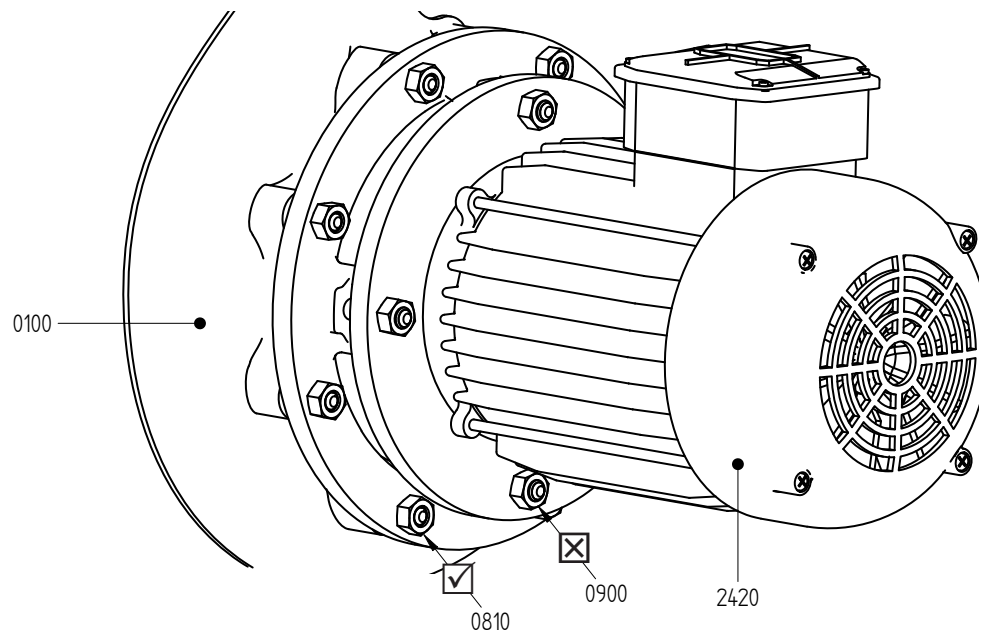
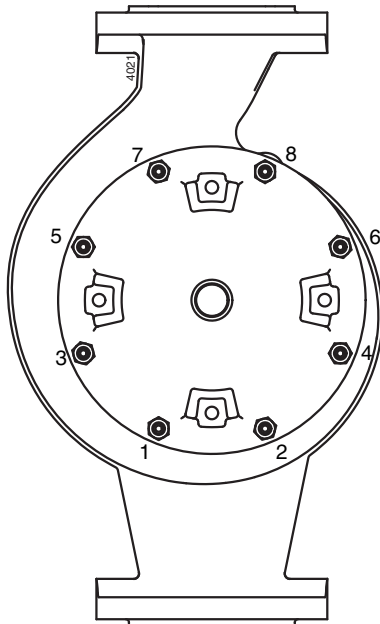

Figura 5: Localización tuercas brida motor.
Figura 6: Secuencia afloje tuercas.
- 1 Afloje las tuercas de fijación (0810) de la tapa de la bomba, vea figura 5. Si la bomba todavía está entre las tuberías, empiece por la parte de abajo y trabaje por dos lados hacia arriba, vea figura 6.